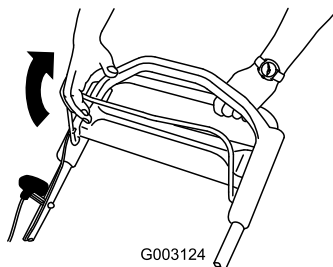

Figura 20
2. Tire de la barra de control de la cuchilla hasta el manillar (Figura 20).